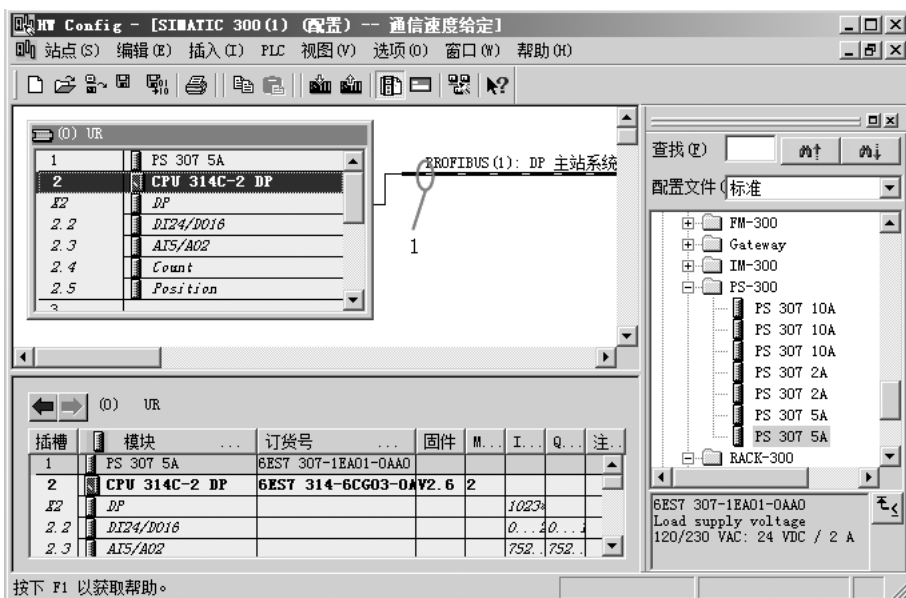

图 11-18 新建项目和 PROFIBUS 网络
1) 新建项目和 PROFIBUS 网络。将项目命名为“通信速度给定”。新建“PROFIBUS”网络，设置 CPU314C-2DP 的站地址为“2”，选中如图 11-18 所示中“1”处的网络，展开“PROFIBUS DP”。